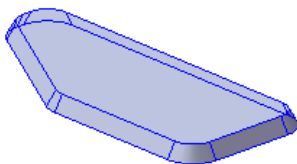
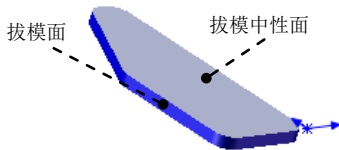
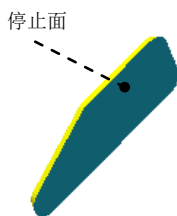

图 13.4.5 拔模 1
图 13.4.6 拔模参考面
图 13.4.7 成形工具 3
Step4. 创建图 13.4.5 所示的零件特征——拔模 1。
(1) 选择命令。选择下拉菜单 **插入(I)** → **特征(F)** → **拔模(B)...** 命令(或单击“特征(F)”工具栏中的  按钮)。
(2) 定义拔模类型。选中 **拔模类型(T)** 区域的 ☒ **中性面(E)** 单选项。
(3) 定义拔模中性面。在 **中性面(N)** 区域的  中选取图 13.4.6 所示的模型表面作为拔模中性面。
(4) 定义拔模面。在 **拔模面(F)** 区域中  中选取图 13.4.6 所示的模型表面作为拔模面（由于尺寸太小，具体选取请参照随书光盘），在 **拔模沿面延伸(A):** 中选取 **沿切面** 选项。
(5) 定义拔模角度。在“拔模”对话框中 **拔模角度(G)** 区域的  文本框后输入 30.0。
(6) 单击  按钮，完成拔模 1 的创建。
Step5. 创建图 13.4.7 所示的零件特征——成形工具 3。
(1) 选择命令。选择下拉菜单 **插入(I)** → **钣金(B)** →  **成形工具** 命令。
(2) 定义成形工具属性。
① 定义停止面。激活“成形工具”对话框的 **停止面** 区域，选取图 13.4.7 所示的模型表面作为成形工具的停止面。
(3) 单击  按钮，完成成形工具 3 的创建。